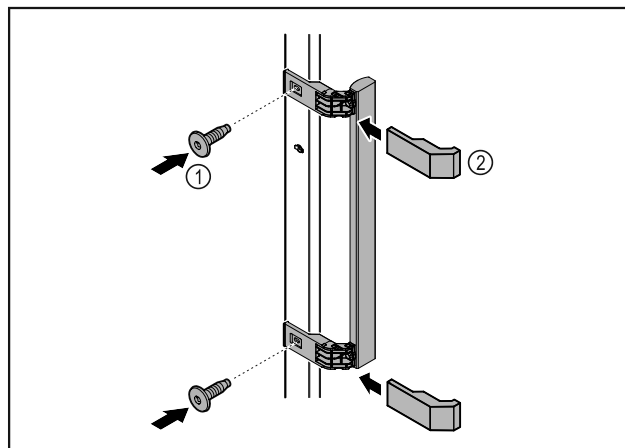

Fig. 51
- Madlo z příloženého příslušenství upevněte na dveře pomocí přiložených šroubů Fig. 51 (1).
- Nasadte kryt Fig. 51 (2).